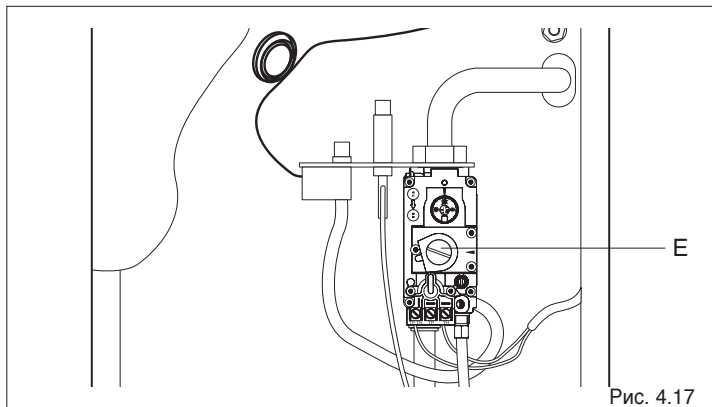

Рис. 4.17
- выкрутить на клапане заглушку E (Рис. 4.17).